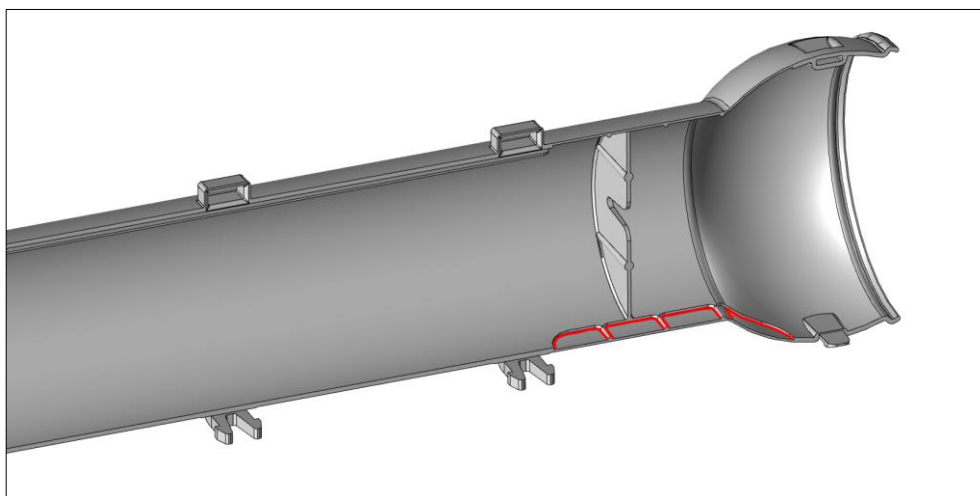

Рисунок 3
- 5.3.1. Перед монтажом устройства необходимо определить место выхода провода из футляра, удалить тонкие стенки на внутренних поверхностях крышек цилиндрического футляра, сделав надрезы острым предметом (*рисунок 3*). Удаляемые места чётко видны за счёт уменьшенной вдвое толщины стенки.